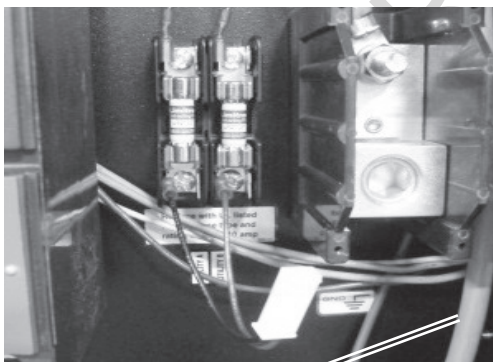

Figure 7
3. Dans la boîte à fusibles à l'intérieur de la génératrice, connectez chacun des fils du faisceau de l'adaptateur aux bornes à fourche sous chaque fusible (flèche, Figure 7).